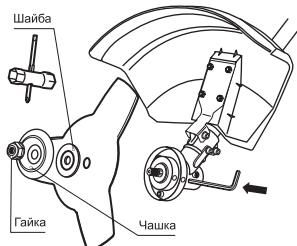

Рис. 7
- Удерживая стопорный стержень одной рукой, надежно затяните гайку трубычным ключом, поворачивая ее против часовой стрелки (рис. 7).